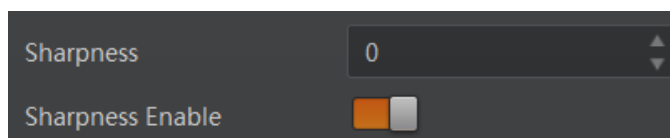

图11-21 锐度设置
2. 在 *Sharpness* 参数中输入需要设置的数值，如图 11-21 所示，参数范围为 0~100。